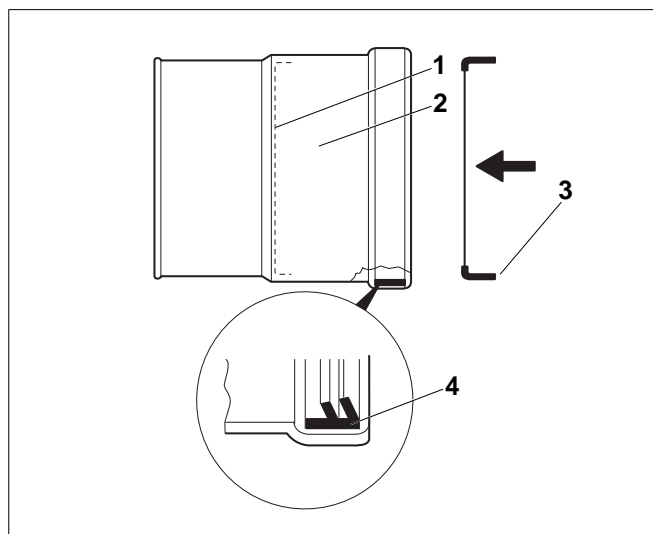
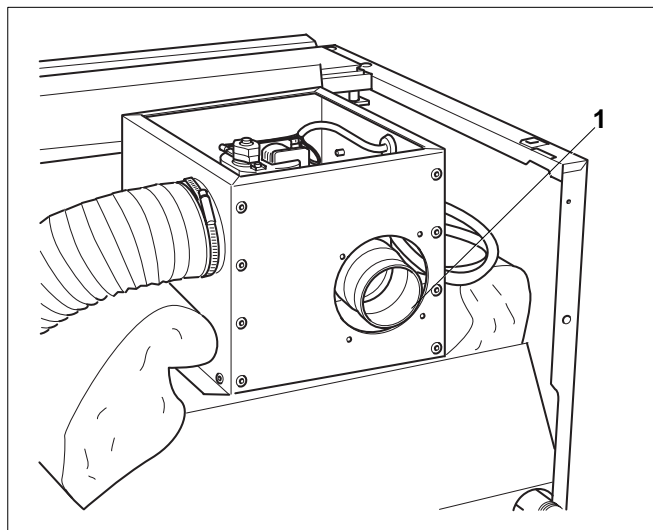

Fig. 19 Pièce de raccordement du ventilateur
Fig. 20 Ventilateur avec la pièce de raccordement montée
- Insérer la pièce de raccordement sur le ventilateur (fig. 19 et fig. 20, **pos. 1**).
Pour la taille de chaudière 24-4, avec le système d'évacuation des fumées 80/125 (voir tabl. 1, page 15) monter le diaphragme joint (fig. 19, **pos. 3**) sur la pièce de raccordement suivant la fig. 19.
- Insérer le diaphragme (fig. 19, **pos. 3**) jusqu'à la position représentée (fig. 19, **pos. 1**).
- Vérifier la bonne assise et la position de montage correcte du joint de la pièce de raccordement (fig. 19, **pos. 4**).
- Enduire le joint de graisse de silicone et insérer la pièce de raccordement (fig. 20, **pos. 1**) sur le ventilateur.